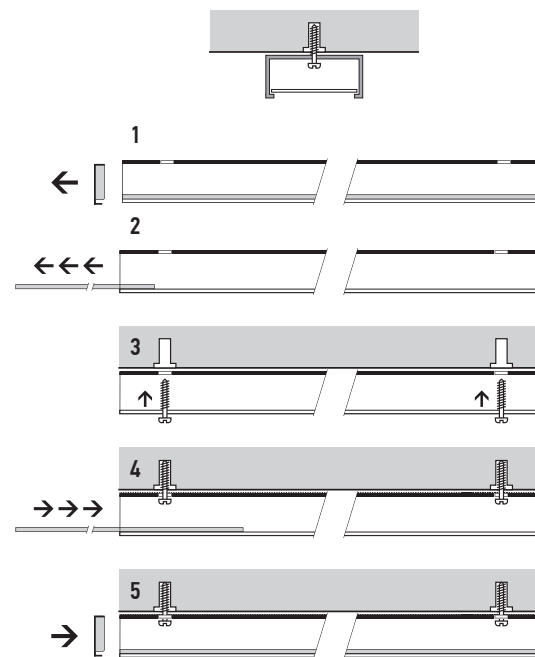

Рис. 2 Схема накладного монтажа светильника PSO-01
- 1.7.1 на любые ровные поверхности накладным способом (см. Рис.2);